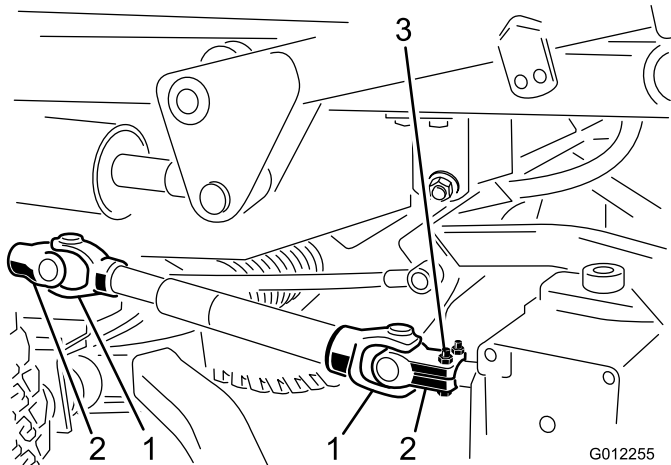

Figure 21
3. Chassez du boîtier d'engrenages la goupille cylindrique qui fixe la chape de l'arbre d'entraînement au boîtier d'engrenages (Figure 21). Desserrez les vis à tête et les contre-écrous et retirez la chape de l'arbre d'entrée. Si le groupe de déplacement doit être utilisé sans le plateau de coupe, chassez la goupille cylindrique hors de la chape au niveau de l'arbre de PDF du groupe de déplacement et déposez l'arbre d'entraînement complet du groupe de déplacement.